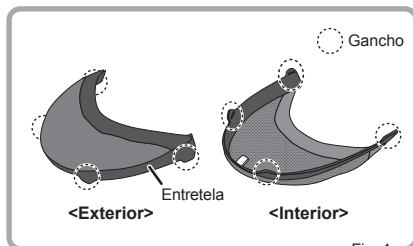

Fig. 1
1.Consultar a (Fig.1) para distinguir o exterior e o interior.